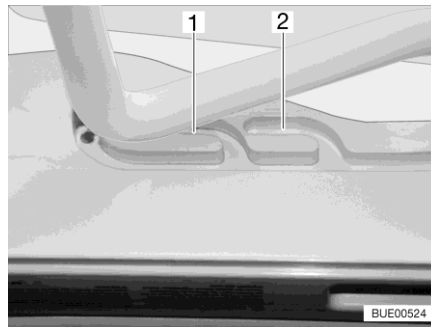
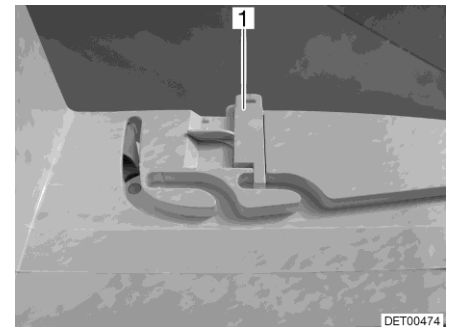

Bild 116 Führung (Lüftungsstellung)
Bild 117 Verriegelung (Lüftungsstellung)
Die Heki-Dachhaube kann in zwei Lüftungsstellungen gebracht werden: Schlechtwetterstellung (Bild 116,1) und Mittelstellung (Bild 116,2). Je nach Modell kann die Dachhaube in der Mittelstellung mit den beiden Riegeln (Bild 117,1) links und rechts am Rahmen der Dachhaube verriegelt werden.
- Den Bügel leicht nach oben drücken und in die gewählte Führung (Bild 116,1 oder 2) schieben und ggf. verriegeln.